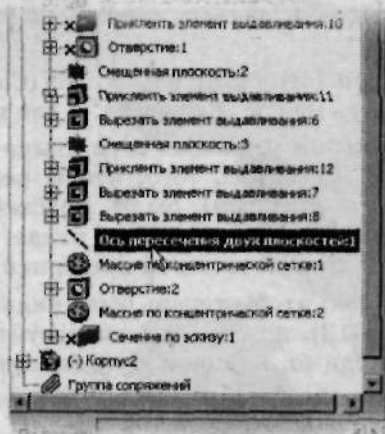

Рис. 3.9. Для выбора первой оси вращения щелкните по заголовку *Ось пересечения двух плоскостей* в *Дереве построений*
4. В **Дереве построения** раскройте пункт *Корпус* и щелкните по заголовку *Ось пересечения двух плоскостей* (рис. 3.9).